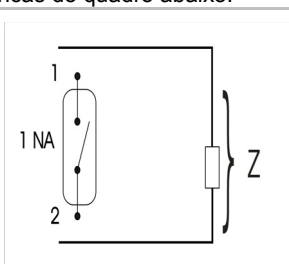

Fig 1 - Contato NA e circuito RC em paralelo
- Quando os sensores forem usados em circuitos muito indutivos (fator de potência < 0,85), recomendamos a ligação de um circuito externo RC igual ao mostrado na Fig.1, em paralelo com o sensor, para diminuir o faiscamento deste durante a comutação, o que aumenta sua vida útil. O capacitor deve ter de dezenas a centenas de nF e o resistor dezenas a centenas de quilo-ohms. Devem ser dimensionados caso a caso para não interferirem no funcionamento do circuito onde o sensor está ligado.